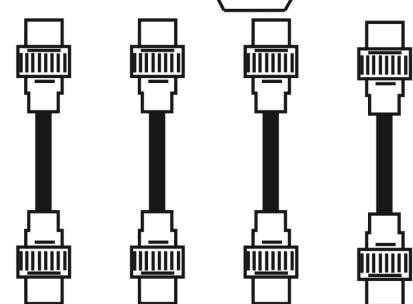

Рис.1 Схема подключения комплекта усилителей TWIST PwA-4-HD.
1. Соединение кодера и декодера должно производиться выделенным кабелем симметричной витой пары, изолированным от всех других проводов, а также от любых металлических конструкций. Пример соединения комплекта с использованием кабеля UTP показан на рис.1.
Подключите к выходу декодера аппаратуру регистрации (монитор) согласно рис.1. Подайте питание на комплект и убедитесь, что светодиоды на передней панели блока декодера и платах кодеров зажглись и изображения на всех каналах без искажений и помех.